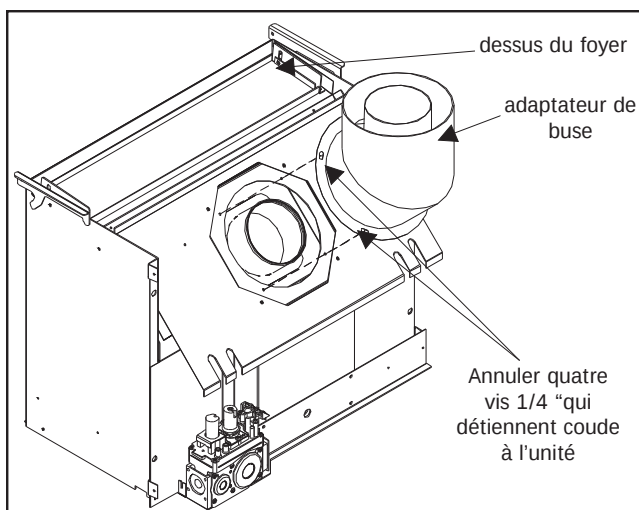

Figure 38: Étape 3 de Conversion Top évacué dans arrièredéchargé.
2. Retirez les quatre (4) ¼ "vis qui maintiennent le coude de la buse sur le corps de l'unité (voir Figure 38).